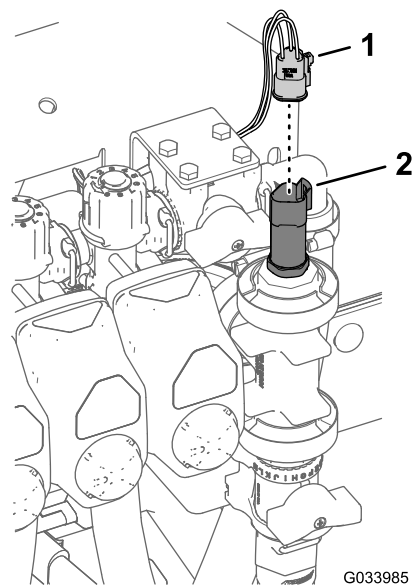

Figure 19
3. Fixez le support de la vanne de commande au support de collecteur (Figure 19) à l'aide de 4 boulons à embase (6 x 16 mm) et 4 contre-écrous (6 mm) ; serrez les boulons à un couple de 10 à 12 N·m.
5. Branchez le connecteur à 3 douilles du transducteur (Figure 19).